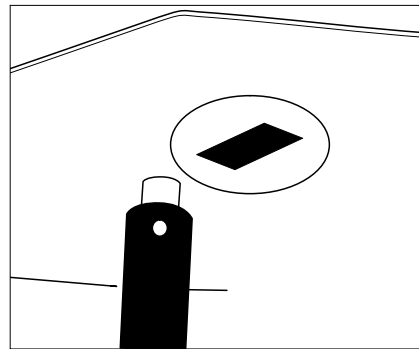

fig. 22
- ✓ Hacer una maniobra de cierre. Verificar que el indicador de posición señale el estado "cerrado" (ver §6, fig.22 y 23 pág.11).
- ✓ bien la inscripción "CERRADO" de color rojo (fig.22 y 23).